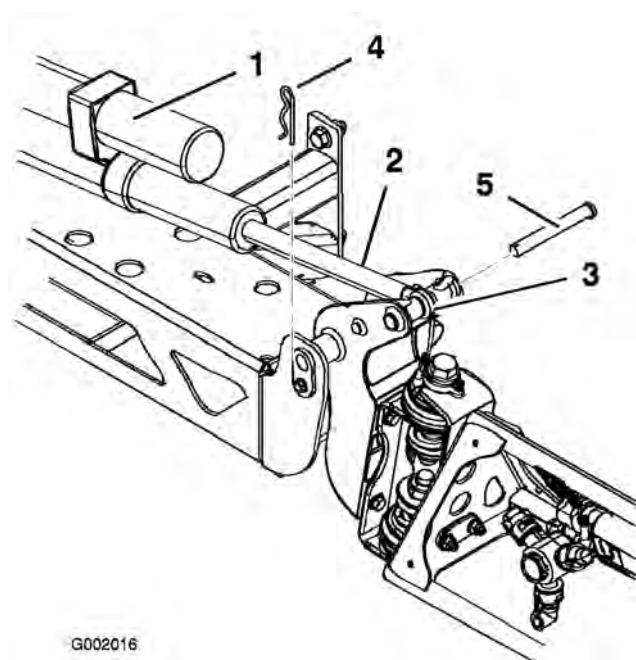

Figura 41
2. Retire el pasador de horquilla del pasador de giro (Figura 41).
3. Levante el brazo y retire el pasador (Figura 41). Baje el brazo lentamente al suelo.
6. Eleve el brazo para alinear el pivote con el émbolo del actuador. Sujetando el brazo, introduzca el pasador a través del pivote del brazo y del émbolo del actuador (Figura 41).